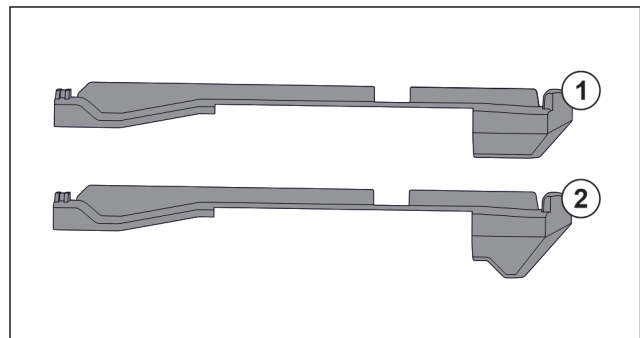

Fig. 18 Vergleich der Aufsteckteile
Im Gerät befinden sich zwei unterschiedliche Aufsteckteile. Das Aufsteckteil über dem untersten Schubfach Fig. 18 (2) hat eine dreieckige Kante. Alle anderen Aufsteckteile Fig. 18 (1) haben eine gerade Kante.
- ▶ Aufsteckteil Fig. 18 (2) mit der dreieckigen Kante über dem untersten Schubfach anbringen.
- ▶ Aufsteckteil Fig. 18 (1) mit der geraden Kante an allen anderen Stellen anbringen.